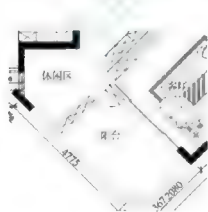

图 7-144
**步骤 5:** 使用插入块工具 $\text{I}$ , 将定义的“展示隔断”图块插入阳台与休闲区之间, 如图 7-144 所示。